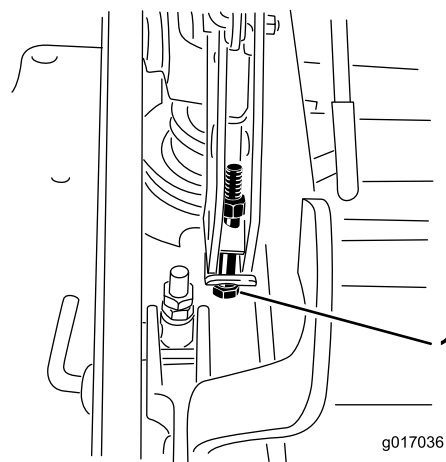

図 78
- デッキが低すぎる場合には、シングルポイント調整ボルトを右に回して締める。デッキが高すぎる場合には、シングルポイント調整ボルトを左に回してゆるめる 図 78。